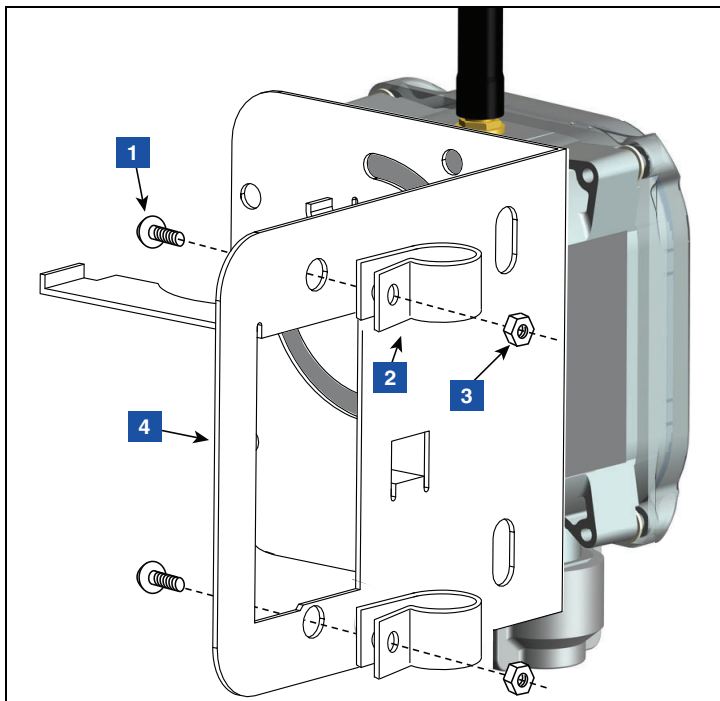

Abbildung 16. Klemmen an Halterung befestigen
4. Zwei 12,7 mm (1/2") Kunststoffklemmen, wie in Abbildung 16 gezeigt, an der Halterung befestigen.
LEGENDE FÜR DIE ZAHLENFELDER ABBILDUNG 16